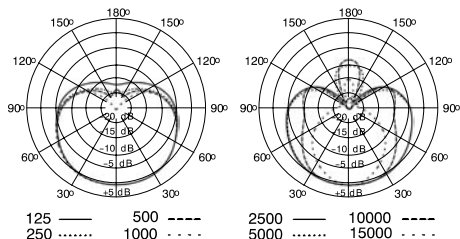

ABBILDUNG 5. TYPISCHE RICHTCHARAKTERISTIK
**Nierencharakteristik.** Nimmt Schall direkt von vorne auf, geringste Empfindlichkeit für Schall von hinten. Die Nierencharakteristik ist die häufigste Einstellung für Studioaufnahmen und Live-Beschallungen. Siehe Abbildung 5.